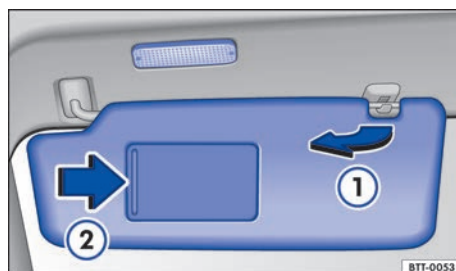

Fig. 60 Parasol.
- Extraer del soporte y girar en dirección a las puertas → fig. 60 ①.
En la parte posterior del parasol se encuentra un espejo de cortesía provisto de una tapa. Al abrir la tapa → fig. 60 ② se enciende una luz.